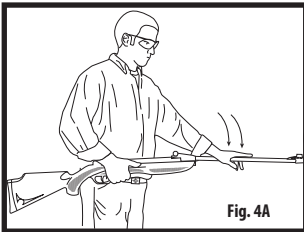

Fig. 4A
3. Sostenga el rifle cerca de su cuerpo colocando la culata (A) en la parte superior del muslo
4. Con la palma de la mano, dele un golpe seco al extremo de la boca (F) del cañón (Fig. 4A) para abrir la recámara.